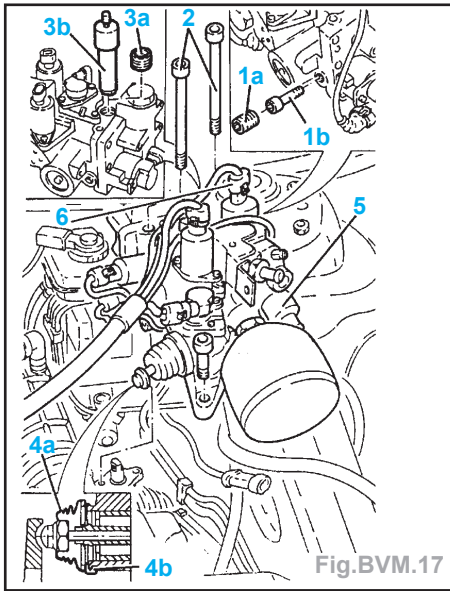

Fig.BVM.17
- Débrancher la durit groupe de commande / réservoir (5), côté groupe de commande (voir «Eclaté de pièces»).
- Débrancher la durit pompe / groupe de commande (4), côté groupe de commande (voir «Eclaté de pièces»).
- Déposer la vis (1b) (Fig.BVM.17).